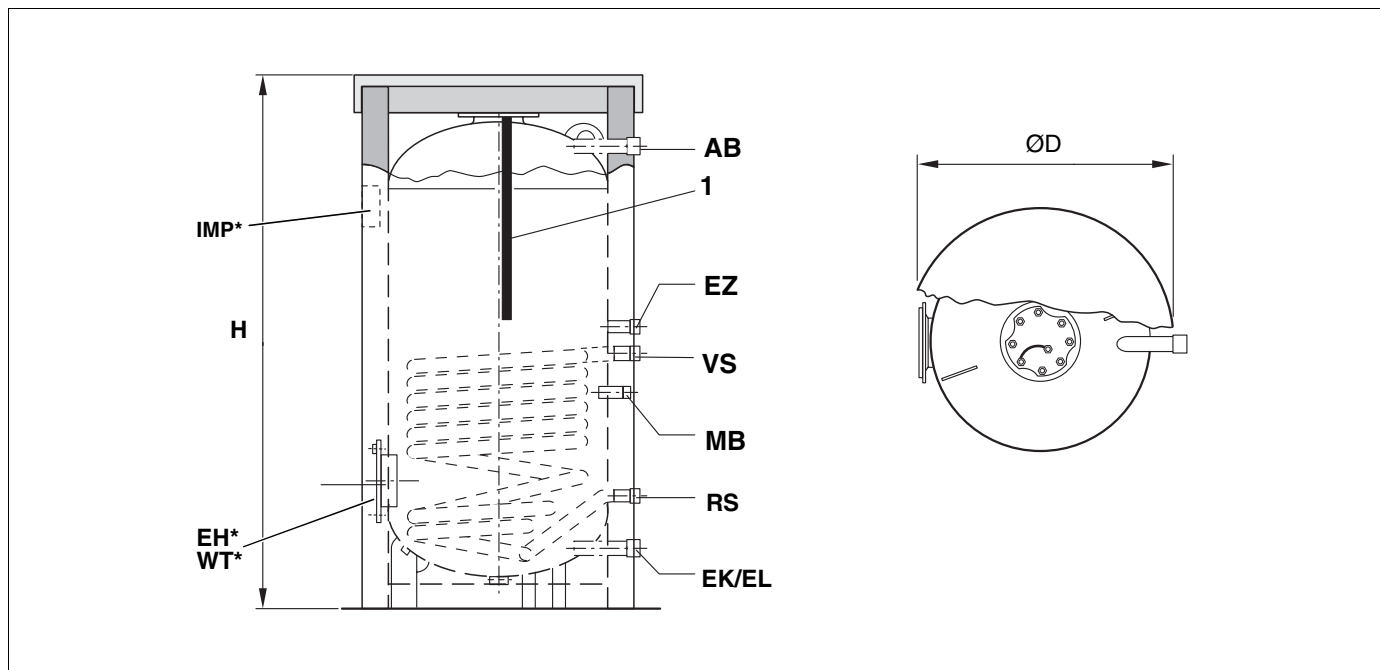

Fig. 2 Dimensions et raccords
- Placer la sonde dans le doigt de gant sur la partie arrière du préparateur (fig. 2, page 4).